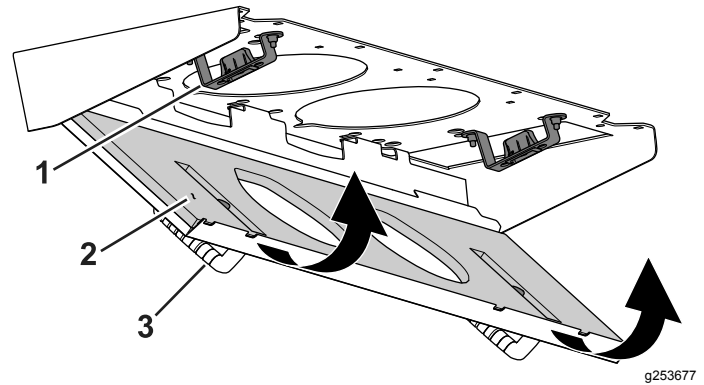

Figura 117
4. Rode o filtro em redor das patilhas até que o trinco encaixe no conjunto de montagem do trinco (Figura 117).